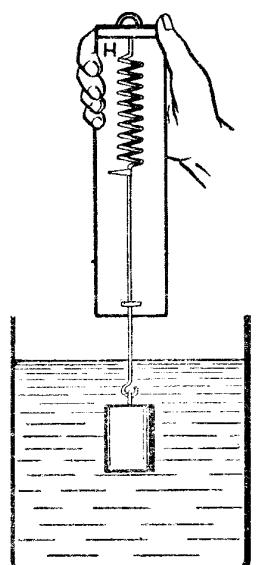

Рис. 1
3. Опустите груз в сосуд с водой (рис. 1) и измерьте новое удлинение x_2 пружины.